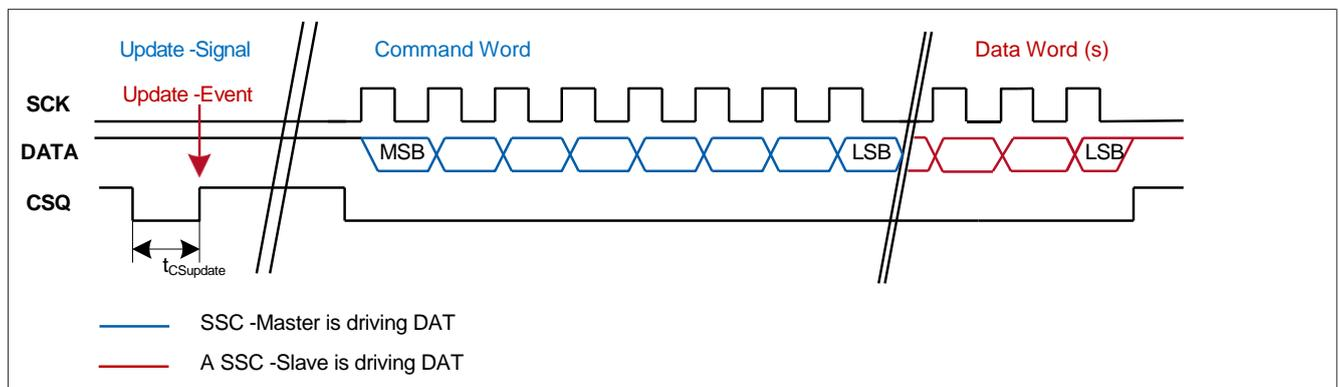

图 24 更新寄存器的更新
- 在 CSQ 上升沿没有数据传输之前（没有 SCK 脉冲，参见图 24），所有具有更新缓冲器的寄存器的内容都会保存到缓冲器中。这一过程的作用是在给定时间内对所有相关传感器参数进行快照。然后，通过发送所需寄存器的读取命令并将命令字的 UPD 位设置为 "1"，即可读取更新缓冲区的内容。